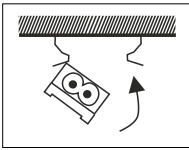

Рис.1
2. Наметьте место будущей установки светильника, прикрепите установочные пластины (держатели светильника) с помощью крепежных винтов. (рис.1).